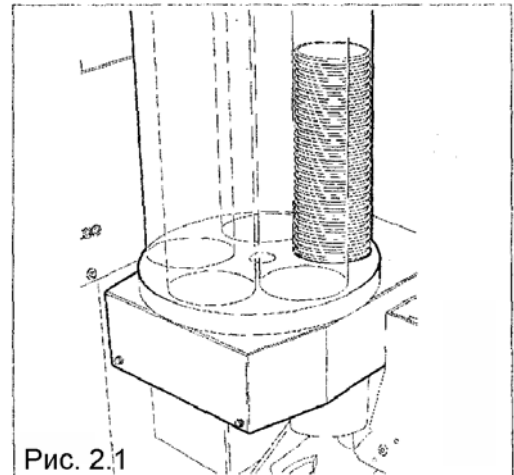

Рис. 2.1
- Двигатель внутри устройства выдачи стаканчиков приводит в движение пластмассовый механизм, чтобы стаканчик отделился и выпал в кольцо для стаканчика в устройстве выдачи стаканчиков (рис. 2.1).